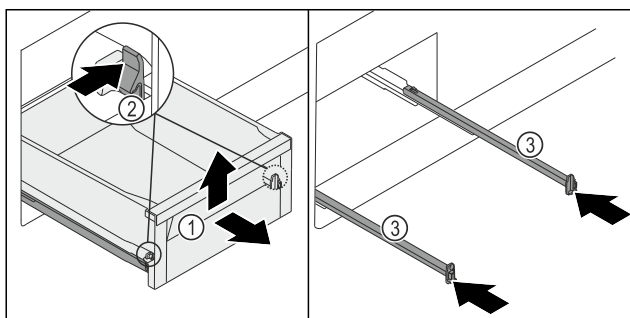

Fig. 128
- Wysunąć szufladę Fig. 128 (1) do oporu.
- Zacisk Fig. 128 (2) wcisnąć po lewej i prawej stronie równomiernie do wewnątrz.
- ▷ Szuflada Fig. 128 (1) zostaje zwolniona z szyn.
- Szufladę Fig. 128 (1) należy unieść w przód.
- Szufladę Fig. 128 (1) należy wyjąć w przód.
- Wsunąć szyny Fig. 128 (3).